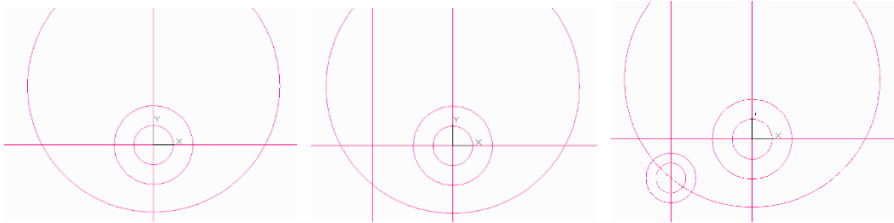

Рисунок 1.2 – Послідовність побудови графічної роботи «Плоский контур»
5) Визначення опорних точок (рис. 1.2) елементів контуру: центрів кіл, радіусів, місць розміщення окремих фрагментів, тощо.